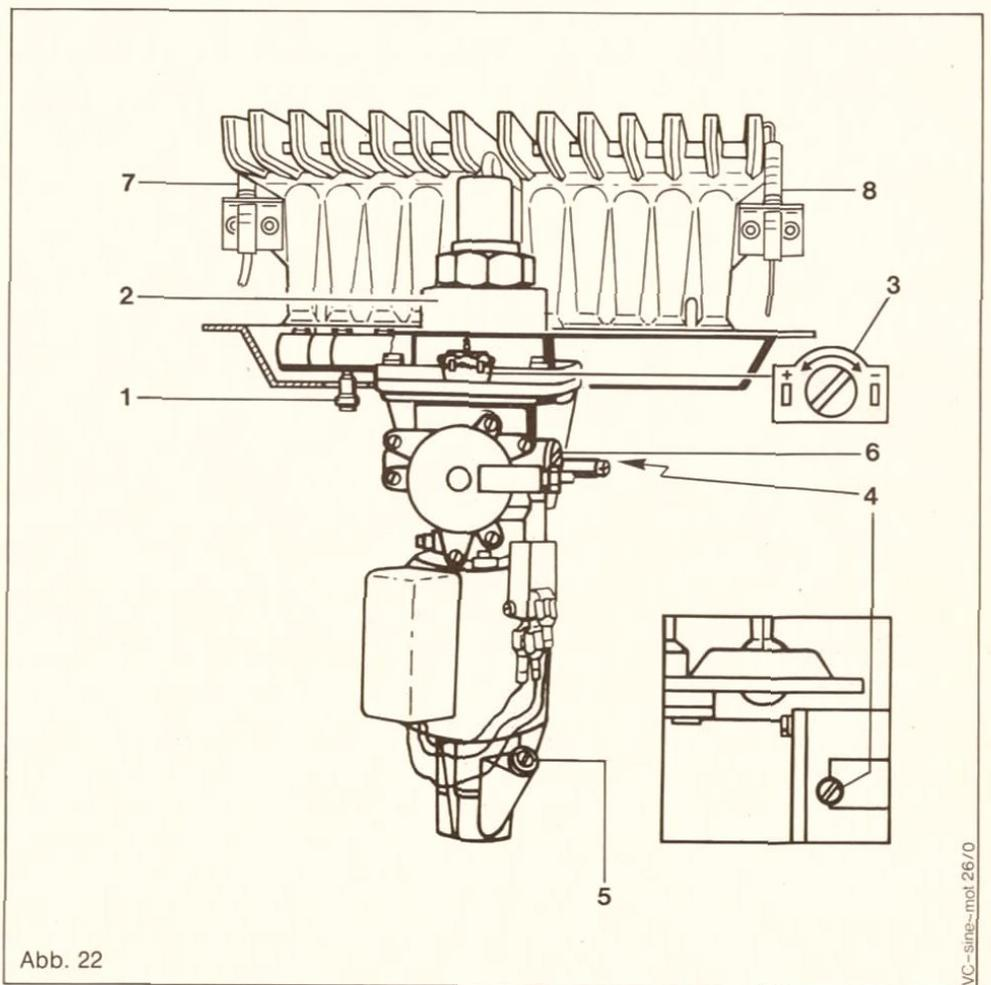

Abb. 22
- b) Nach Abnahme der Verschlusskappe Dichtungsschraube des Düsendruck-Meßstutzens (Abb. 22, Pos. 1) lösen, aber nicht ganz herausdrehen.
- d) Plombendraht und Sicherungsblech (Abb. 22, Pos. 3) vom Gasmengenregler entfernen.
- g) Düsendruck an der Einstellschraube (Abb. 22, Pos. 3) des Reglers einstellen.
- e) Dichtungsschraube des Düsendruck-Meßstutzens (Abb. 22, Pos. 1) festdrehen und Verschlusskappe einsetzen.
- f) Sicherungsblech am Gasmengenregler (Abb. 22, Pos. 3) befestigen und plombieren.
Die Einstellung der Geräteausführung PB ist an der Einstellschraube (Abb. 22, Pos. 6) vorzunehmen.